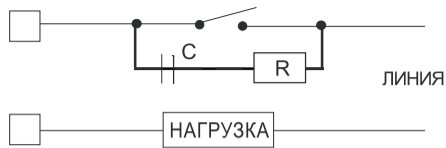

Рис. 9 ВНЕШНИЙ ПЕРЕКЛЮЧАТЕЛЬ ПО ПОРЯДКУ С ВНУТРЕННИМИ КОНТАКТАМИ
Высокое переходное напряжение может возникнуть при переключении индуктивных нагрузок. Через внутренние контакты помехи могут привносить нарушения, которые могут повлиять на работу оборудования. Для всех устройств вывода внутренней защита (варистор) гарантирует необходимую защиту до 0.5 А индуктивной составляющей. Также проблема может случиться, когда используется переключатель по порядку с внутренними контактами как показано на Рис. 9.
В данном случае рекомендуется произвести дополнительную инсталляцию сети RC через внешний контакт, как показано на Рис. 9. Значения конденсатора (C) и резистора (R) показаны на последующих таблицах.